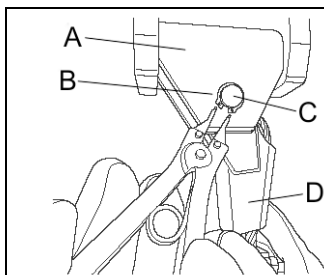

Figura 6-9
- 4) Retire el Anillo de Fijación (B) del Eje de Anclaje del Cable (C) que soporta el Borne (D) del Ensamble de Anclaje del Cable (A) como se muestra en la **Figura 6-9**.